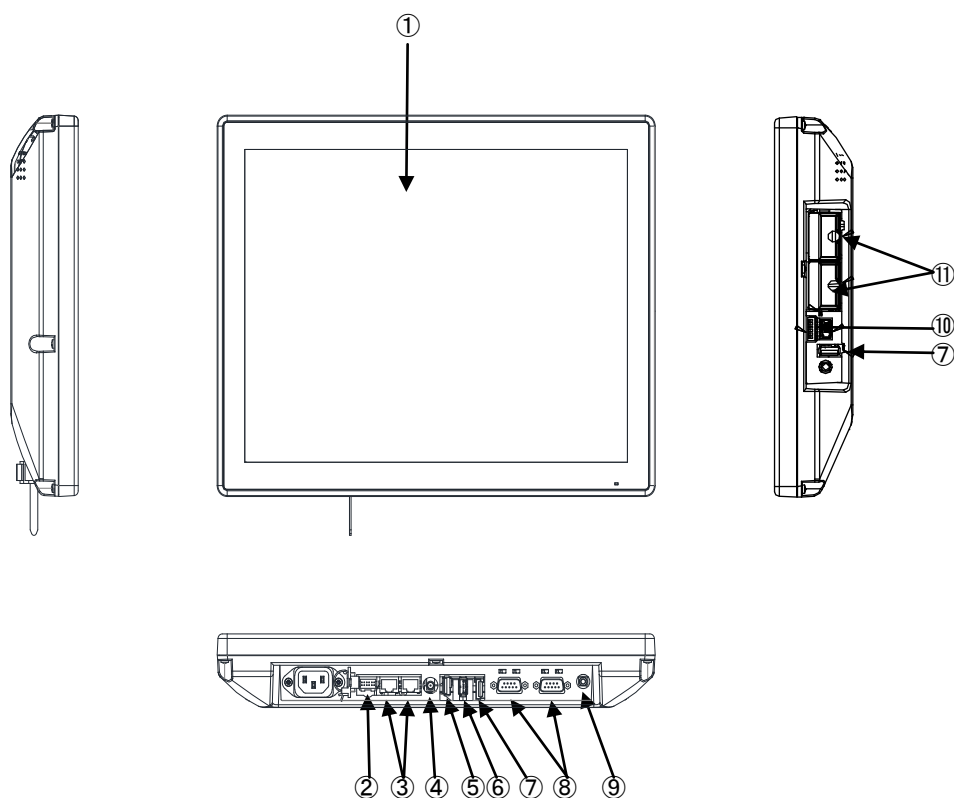

図 3-1-1. 外形図 (AS4A-150BN)
AS4A シリーズの例として、AS4A-150BN の外形図を図 3-1-1 に示します。各部名称を図 3-1-1 に示します。
COM1	SI01 (図 3-1-1 ⑧) アプリケーションでシリアル通信に使用できます。 シリアルポート設定スイッチと組込みシステム機能のシリアルコントロール機能を使用することで、RS-232C/422/485 を切替えることができます。
COM2	SI02 (図 3-1-1 ⑧) アプリケーションでシリアル通信に使用できます。 シリアルポート設定スイッチと組込みシステム機能のシリアルコントロール機能を使用することで、RS-232C/422/485 を切替えることができます。
ローカルエリア接続	LAN1 (図 3-1-1 ⑥): 1000BASE Ethernet
ローカルエリア接続 2	LAN2 (図 3-1-1 ⑥): 1000BASE Ethernet
汎用入出力	汎用の入出力です。 入力 6 点、出力 4 点を制御できます。 (図 3-1-1 ⑦)
バックアップバッテリーモニタ	BIOS 設定、RTC、外部 RTC に使用されるバックアップバッテリー (図 3-1-1⑩) の状態を取得することができます。
内蔵拡張インターフェース	オプションの専用拡張基板を接続できます。(図 3-1-1 ⑩)